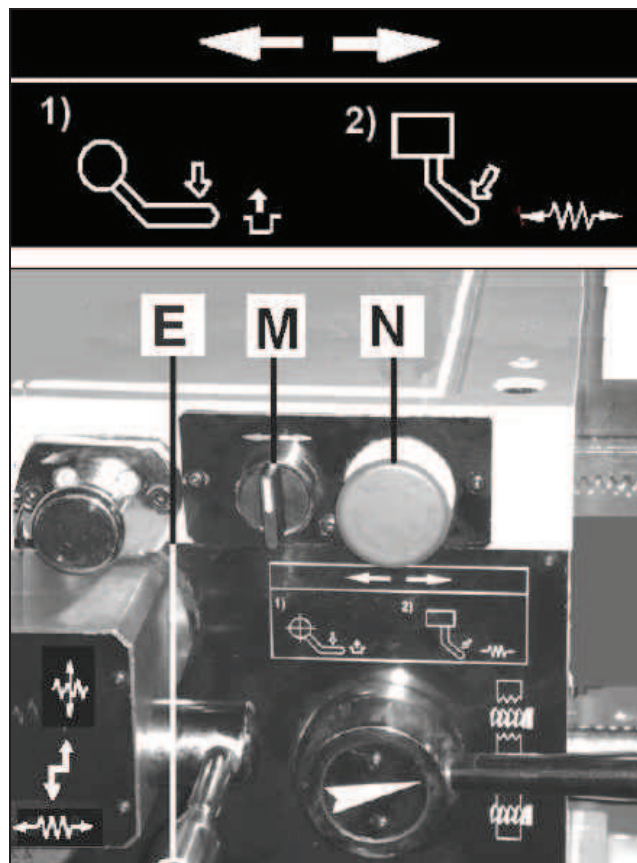

Fig 17
- enclencher le levier d'avancement (E, Fig 17) ...a gauche en bas dans la position
- tourner le sélecteur rapide (M, Fig 17) dans la direction souhaitée.